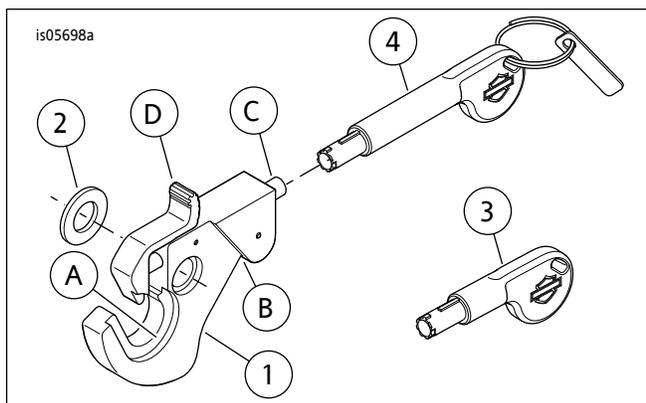

图9。维修零件：可拆卸锁套件
参见图9。根据安装的可拆卸附件, 将释放装置(A)和咬边(B)的位置用作垫片或对接点支架。确定锁定插销的位置是否正确, 以便可以插入钥匙打开插销。
1. 锁定插销：参见图9。安装可拆卸插销后，按下弹簧锁(C)。